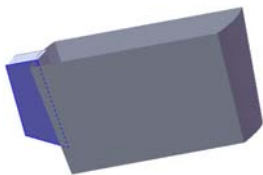
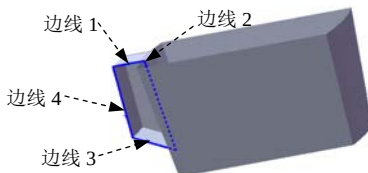

图 5.11.8 曲面填充 1
图 5.11.9 选取修补边界
Step5. 创建图 5.11.8 所示的零件特征——曲面填充 1。选择下拉菜单 **插入(I)** **→ 曲面(S)** **→ 填充(F)...** 命令，系统弹出“填充曲面”对话框；选取图 5.11.9 所示的边线 1、边线 2、边线 3 和边线 4 作为修补边界；在“填充曲面”对话框 **修补边界(B)** 区域的下拉列表中选择 **相切** 选项；单击 **✓** 按钮，完成曲面填充 1 的创建。